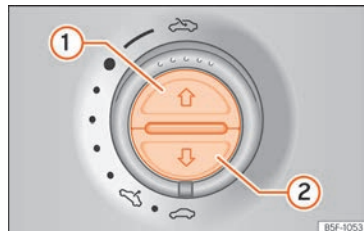

Abb. 112 Im Dachhimmel: Tasten des Sonnenschutzrollos.
- Taste »» Abb. 112 ① kurz drücken.
- *Sonnenschutzrollo:* Innerhalb von etwa 5 Sekunden nach dem Auslösen der Kraftbegrenzung die Taste »» Abb. 112 ② so lange drücken, bis das Sonnenschutzrollo vollständig geschlossen ist.